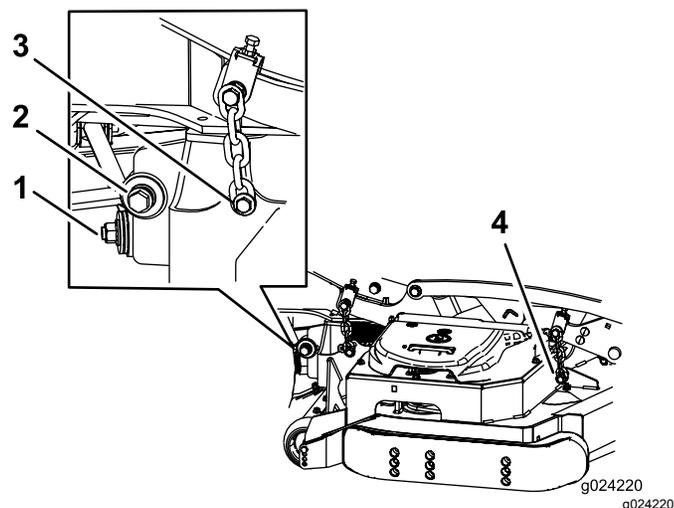

Figura 105
- Retire y guarde los herrajes de ambos lados de la carcasa, según se muestra en Figura 105.